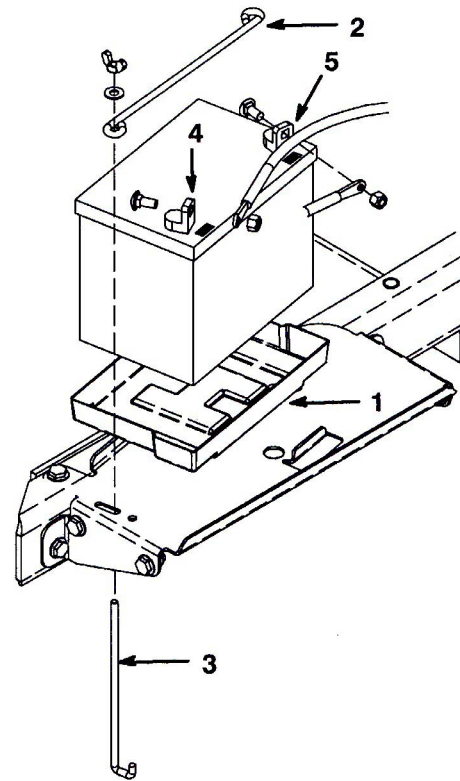

図5
- バッテリー・ボックスのトレーにバッテリーを載せる(図5)。この時、端子が車体の外側へ向くようにする。
- 横棒(2本)、縦棒(2本)、平ワッシャ、と蝶ネジ(2個)でバッテリーを固定する(図5)。
- プラス(赤)ケーブルをプラス(+)端子に、ボルトと蝶ナットで固定する。次に、マイナス(黒)ケーブルをマイナス(-)端子に接続し、ボルトと蝶ナットで固定する(図5)。ショート防止のために(+)端子にゴムキャップをかぶせる。